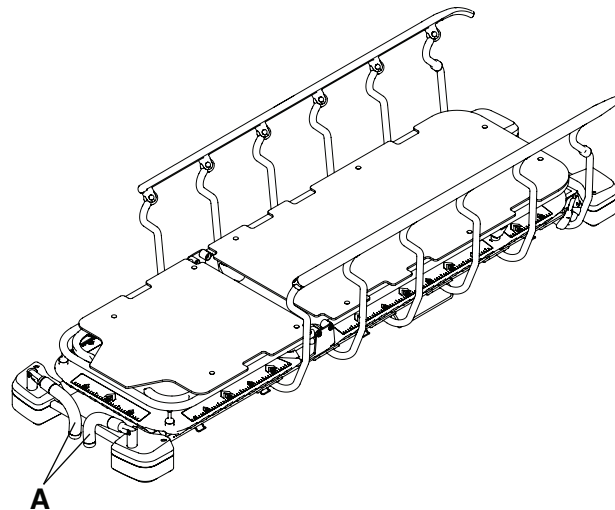

Figura 7 – Plierea manetelor de împingere de la capătul pentru cap
4. Inversați pașii pentru a plia manetele de împingere de la capătul pentru cap (A) (Figura 7).